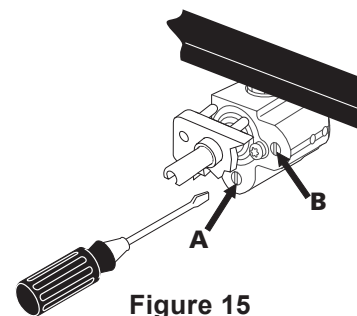

Figure 15
- La dimension de la flamme de la portion interne du brûleur ou de la portion arrière du brûleur pont peut être augmentée ou diminuée en tournant la vis A. Utilisez la vis B pour régler la dimension de la flamme de la portion externe du brûleur double ou de la portion centrale du brûleur pont. (Figure 15). Tournez la vis dans le sens anti-horaire pour augmenter la dimension de la flamme et dans le sens horaire pour la diminuer. Ajustez la dimension flamme jusqu'à ce que vous puissiez tourner rapidement le bouton de LITE à la plus basse position (LOW) sans éteindre la flamme. Celle-ci devrait être aussi minuscule que possible sans s'éteindre.